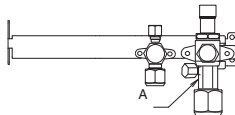

Fig. 7-7
- Per rimuovere o stringere il dado svasato del tubo del gas si raccomanda di usare due chiavi regolabili insieme: una per il dado flangiato del tubo del gas e l'altra per la parte A (Fig. 7-7).